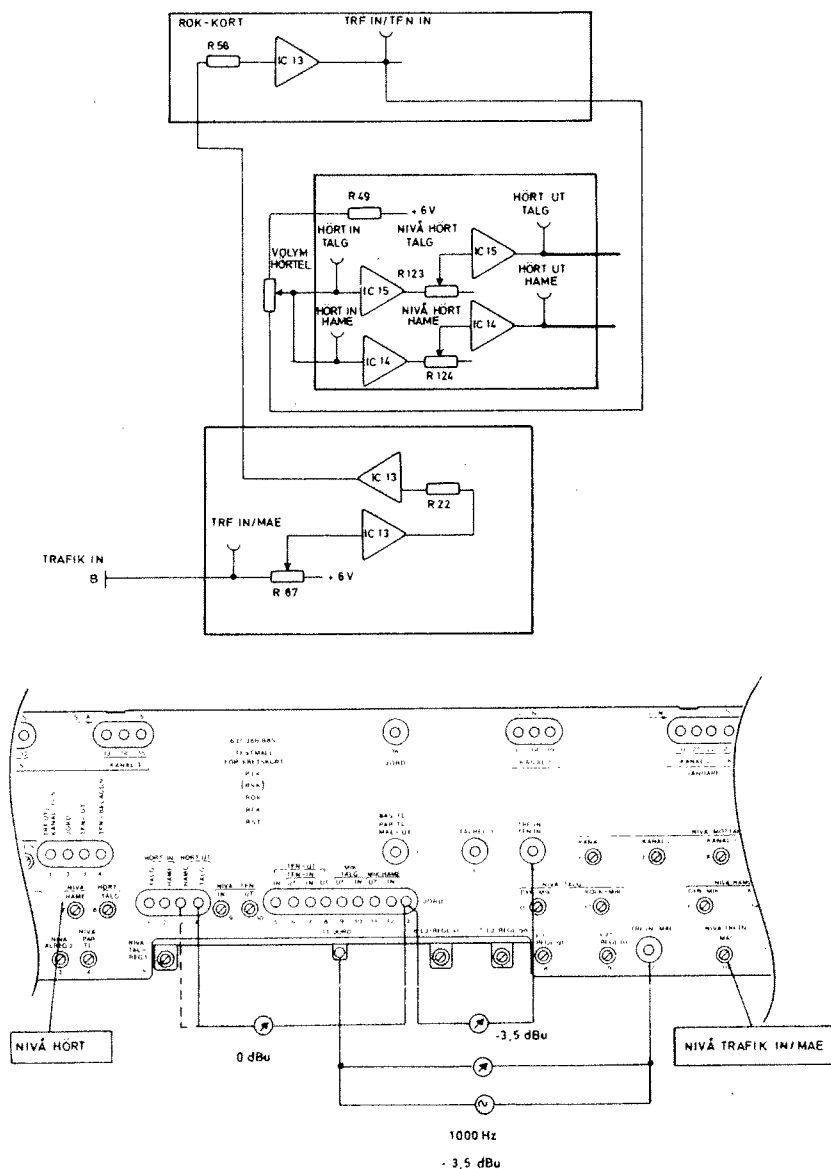

Bild 25
- Anslut LF-generatorn och URI-metern till radiomanöverenhetens mätuttag TRF IN - MAE och JORD på RST-kortet, se bild 25.